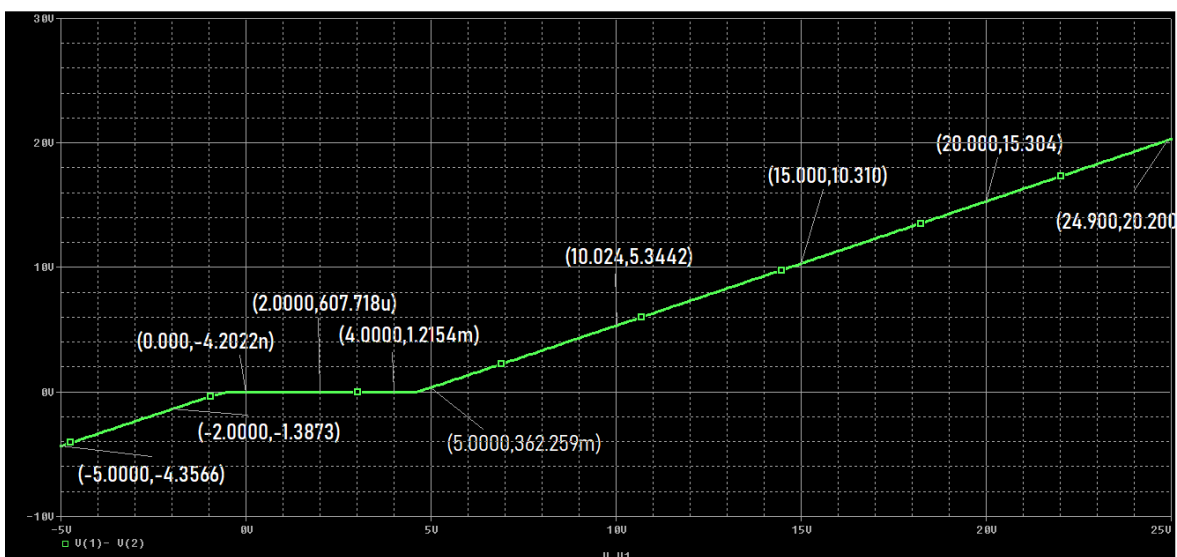
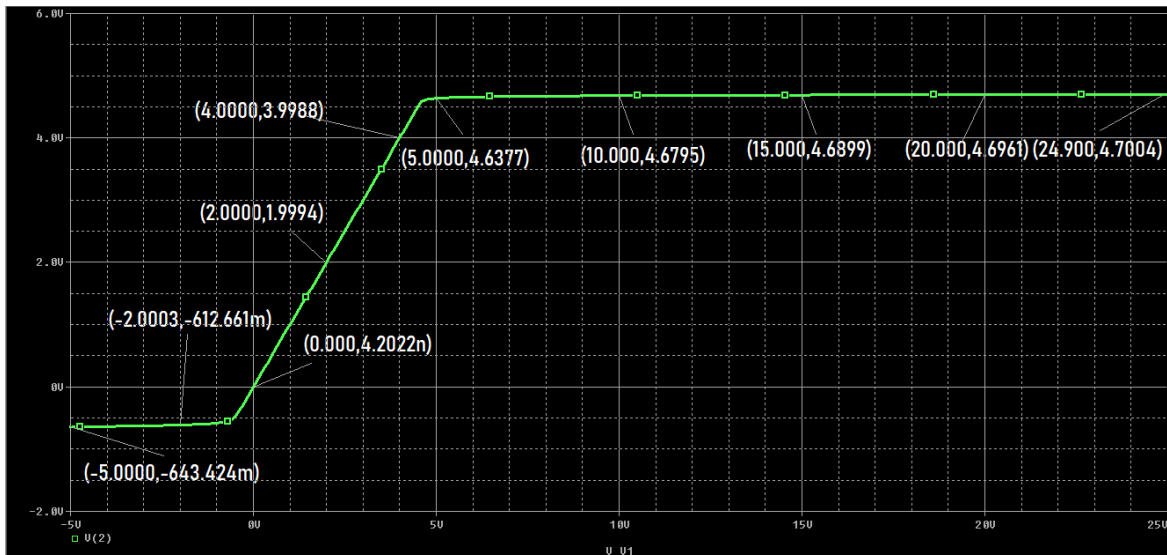

Figura 4. Voltaje en la resistencia, cuando el voltaje de entrada varía.
Figura 5. Voltaje en el diodo zener, cuando el voltaje de entrada varía.
- 1.2.3. La figura 4 muestra el voltaje en la resistencia (V_R) en puntos de voltaje de entrada de interés. La figura 5 muestra el voltaje en el diodo zener (V_Z) y con ello se completa la tabla 2.